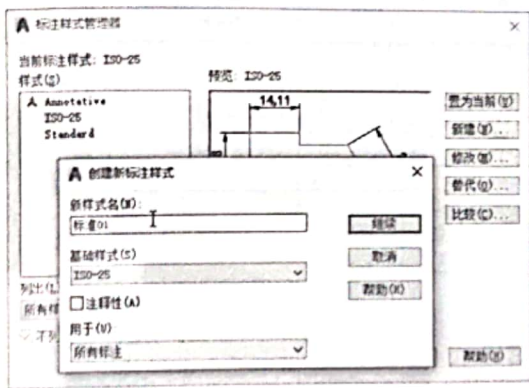

图 8-15 新建样式名
►Step01 新建图形文件。在命令行中输入d快捷键，按回车键，打开“标注样式管理器”对话框，单击“新建”按钮，打开“创建新标注样式”对话框，对新建标注样式进行命名，如图8-15所示。